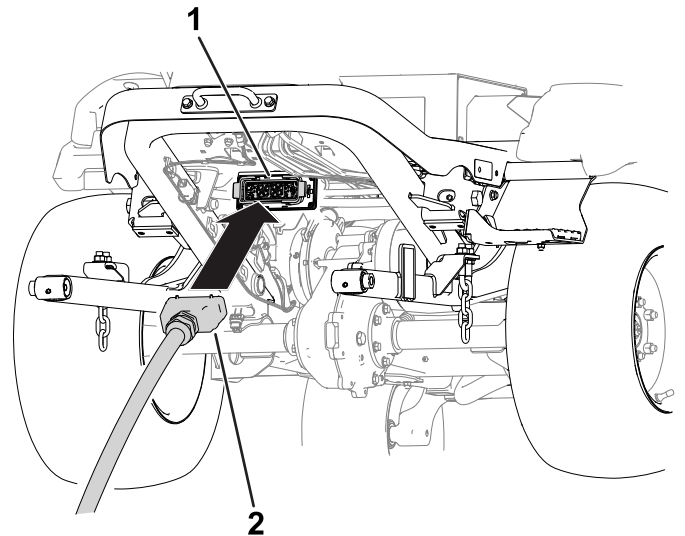

Figura 5
- Enchufe el conector de la unidad de corte en el conector de la máquina (Figura 5).